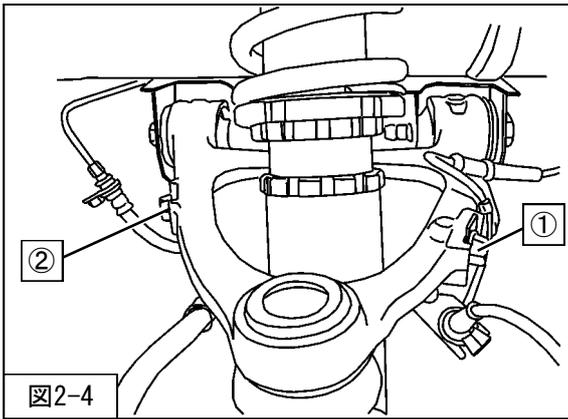

図2-4
- ②ブレーキホース取付ボルト（締付トルク：9~12N・m）
①ABSセンサーハーネス取付ボルト（締付トルク：9~12N・m）を取付けてください。（図2-4）